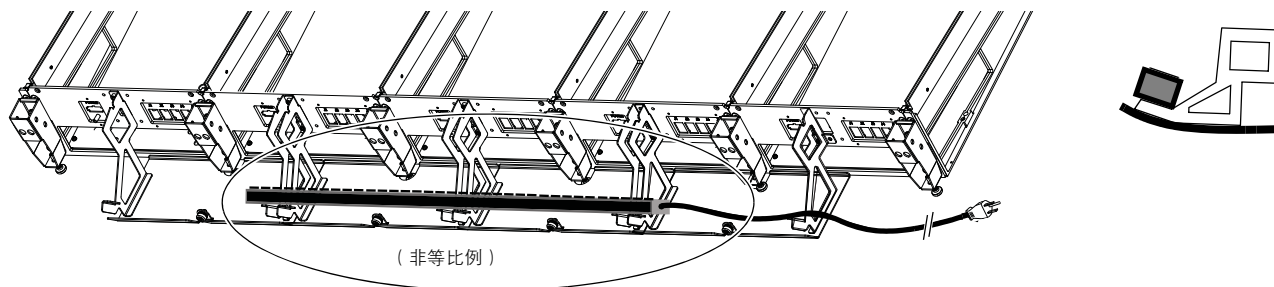

图 2 后面板支架上的配电盘安置方式（左侧为后视图，右侧为侧视图）
- 1 站在机架中央后侧，将配电盘放在后面板支架上，并将其固定在支架的角臂上（见图 2）。配电盘的插口应面向机架前端。